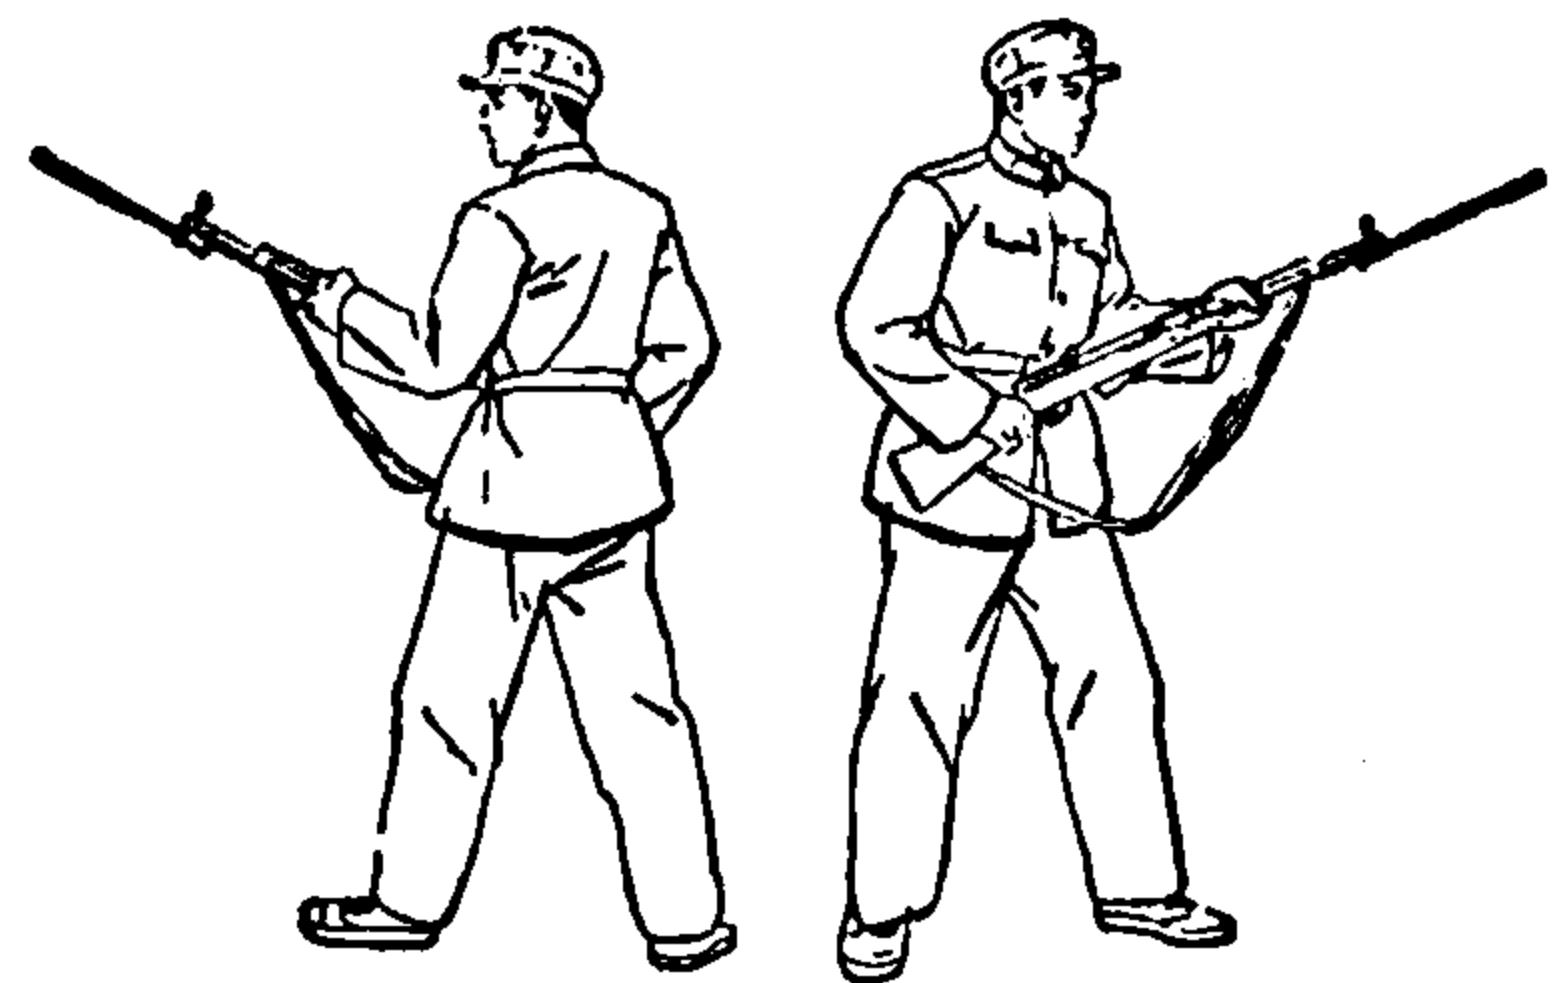

图 6 向后转动作
**向后转** 左手将枪后拉（至左胸前约30厘米处），右手向前稍下推，使枪略成垂直，稍向左倾斜，随即以左脚跟为轴，用右脚掌的蹬力，使身体由右（左）向后旋转180度，右脚后撤（或向前）一步，同时左手前推，右手后拉劈枪，成预备用枪姿势（图6）。